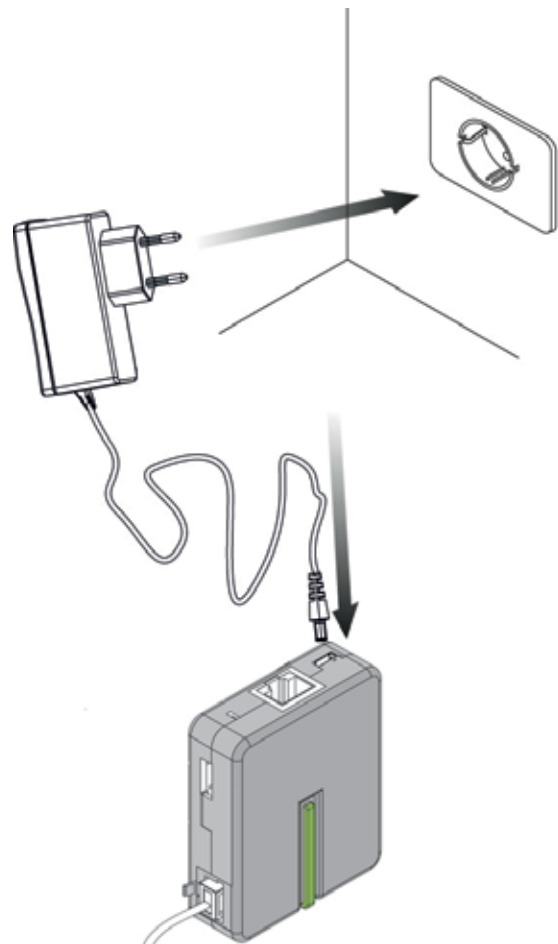

Abb. 4.3
- Schließen Sie das Netzteil an eine Steckdose an (Abb. 4.3).